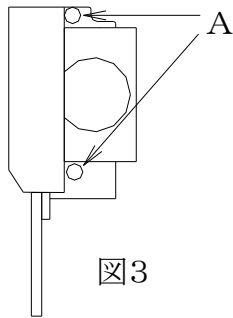

図3
(図3参照)
- カッターブロックを取り付けます。カップリングの凹凸、ピン、ノックピンとノック穴を正確に合せ取り付け、図3のAのネジを締めて下さい。